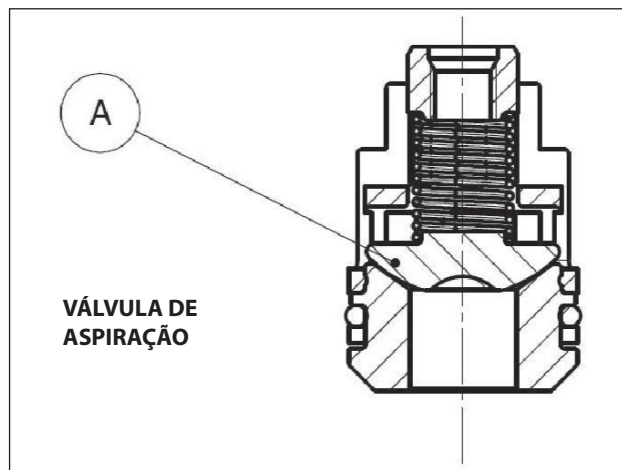
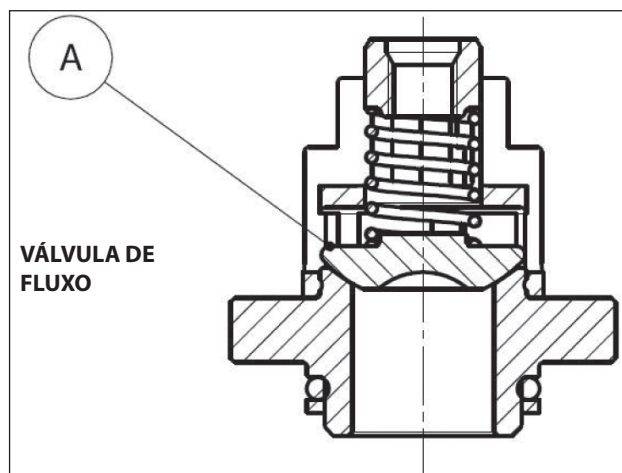

Fig. 26
Fig. 27
**2. Para versão HF18, no entanto, preste atenção para não inverter também as válvulas esféricas de aspiração com aquelas de fluxo "A" (Fig. 26, Fig. 27), pos. de explosão 46, conforme indicado no capítulo 16 do Manual de uso e manutenção.**